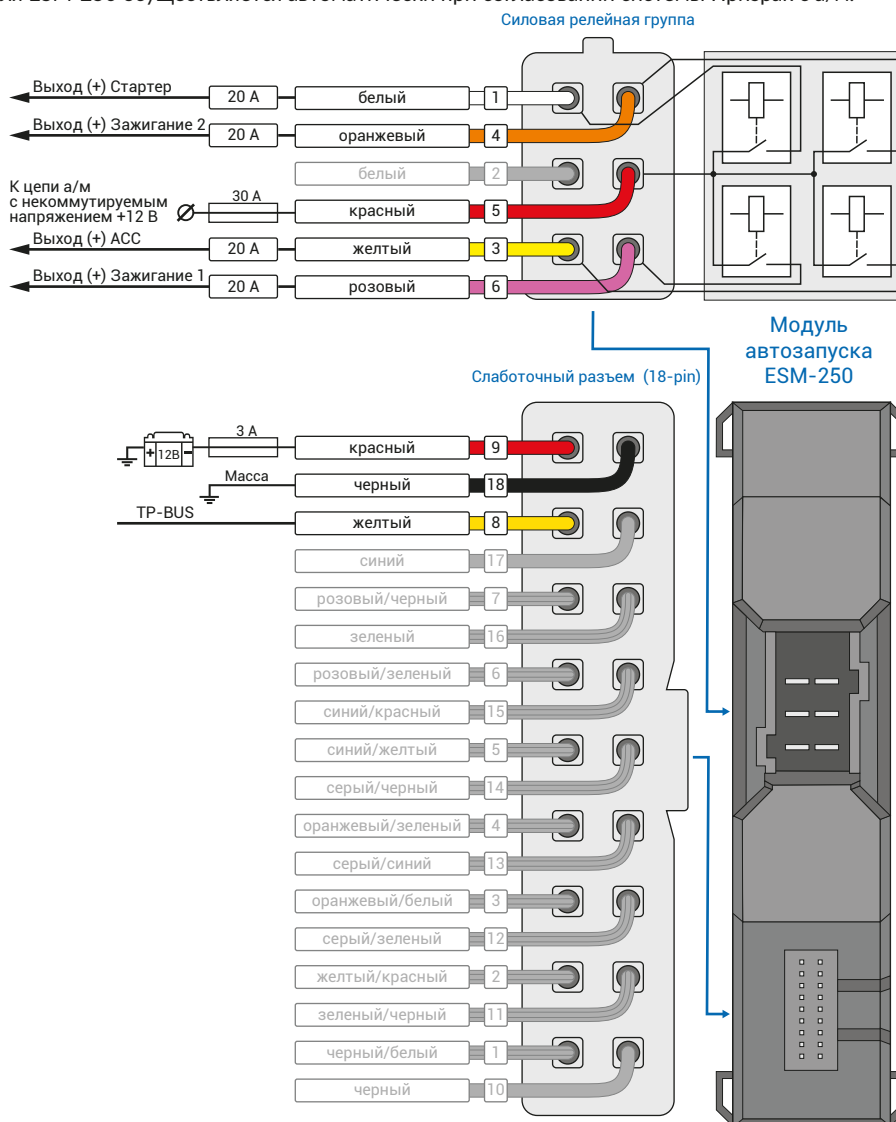
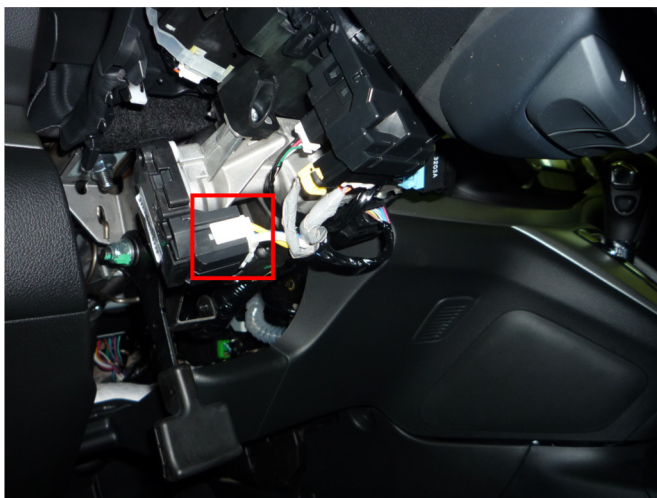

Рис.3 Подключение модуля автозапуска ESM-250
Рис.4 Место подключения к цепям автозапуска
3. Подключите модуль автозапуска ESM-250 – выводы модуля, которые требуется подключить выделены на рис. 3. Подключение производится непосредственно у замка зажигания (см. рис. 4, 5).